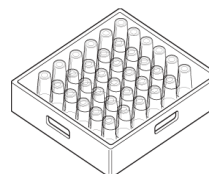

Fig.23
- 2- Le tazze e i bicchieri devono essere rivolti verso il basso. (Fig.23)